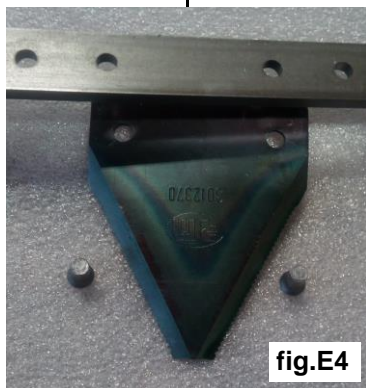

fig.E4
- Posizionare una nuova lama e fissarla con due nuovi ribattini (**fig.E4**). **Nota:** se la lama è sotto l’attacco (**fig.E4a**) bisogna usare rivetti più lunghi;
- Place a new blade and fix it by two new rivets (**fig.E4**). **Note:** if the blade is placed under the attachment (**fig.E4a**) have to use longer rivets;